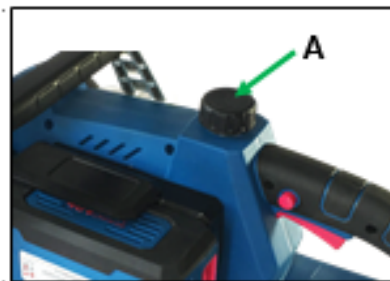

Fig. 5
- Placez la tronçonneuse sur une surface plane (Fig. 5)
- Nettoyez la zone autour du bouchon du réservoir d'huile (A) puis ouvrez-la.
- Fermer le couvercle du réservoir d'huile (A).